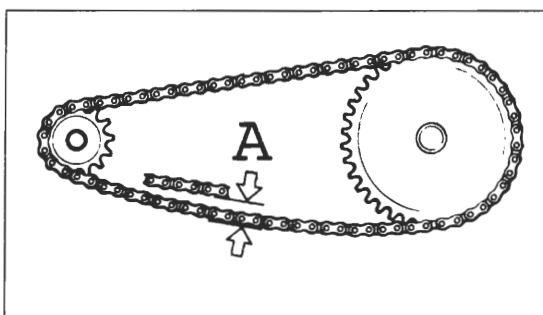

Bild 57
- 🛠 Durchhang in der Mitte zwischen Motorritzel und Kettenblatt an mehreren Stellen der Kette prüfen, um Stelle mit straffster Kettenposition zu finden (Kette längt sich meist ungleichmässig). Kette soll soviel Durchhang haben, dass sie an straffster Stelle von Hand 25 – 35 mm (750 F: 30 – 40 mm) auf- und abbewegt werden kann (Bild 57).